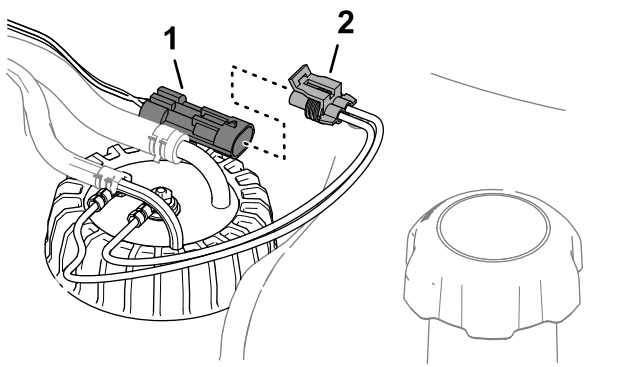

Figura 119
3. Îndepărtați conectorul cu 2 mufe al fasciculului de cabluri al transmițătorului pentru combustibil din conectorul cu 2 pini al fasciculului de cabluri al mâinii (Figura 119).